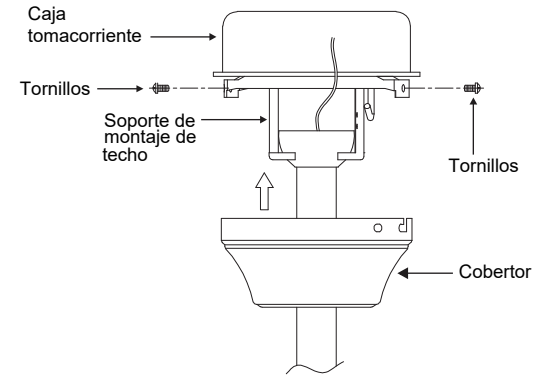

Fig. 12
**Paso 2.** Deslice el cobertor hacia arriba hasta el techo y ajústelo al soporte de montaje de techo utilizando 4 tornillos en el borde superior del soporte de montaje. Inserte cada tornillo en el orificio de montaje del cobertor y en el soporte de montaje. Ajuste bien todos los tornillos. (Fig. 12)